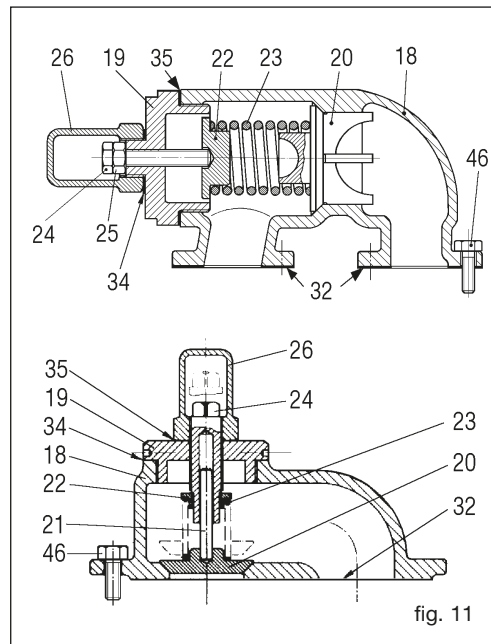

fig. 11
### 10.5 Réglage de la soupape de sécurité (by-pass) (fig. 11)
- ❑ Dévisser les boulons (43). Agir sur les deux trous filetés (s'ils sont prévus) pour extraire le couvercle plus facilement.
- ❑ Éviter d'abîmer le joint (31) en enlevant le couvercle. Le remplacer si nécessaire. Ne pas utiliser de joints abîmés ou ayant une épaisseur autre que celle du joint d'origine.
- ❑ Dégager le groupe couvercle/ roue dentée (04-03) du corps de la pompe (01) avec précaution.
**Attention:** Après avoir enlevé le couvercle, la roue dentée peut glisser librement du pivot (06) si elle n'est pas retenue, ce qui risque de provoquer un accident.
- ❑ Il n'est pas nécessaire d'enlever la soupape de sécurité montée sur le couvercle (V fig. 11) s'il y en a une. Dévisser les boulons (46) en ayant soin de ne pas abîmer le/s joint/s (32) pour effectuer les opérations d'entretien sur la soupape. Remplacer au besoin le joint.